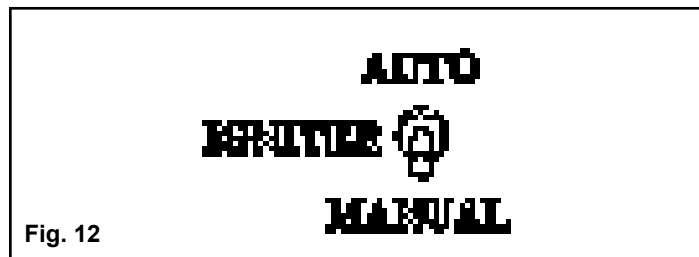

Fig. 12
1. Retourner l'allumeur interrupteur vers le bas dans la position «MANUEL-LIGHT». Voir Fig. 12.